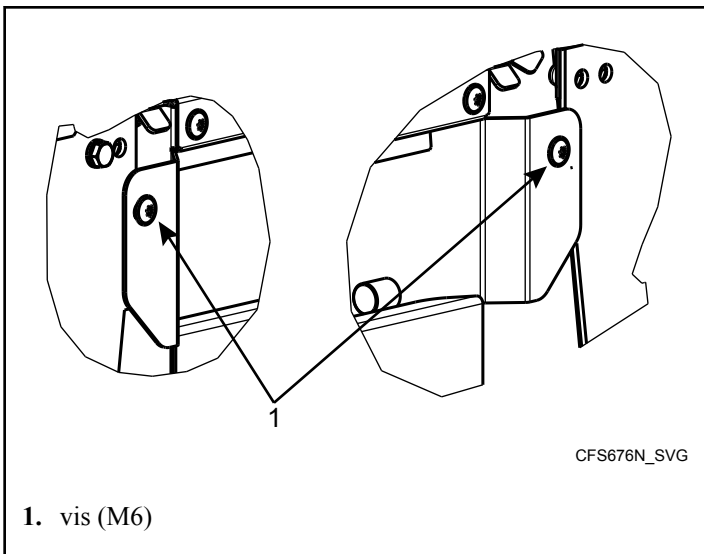

Figure 54
3. Retirez les deux vis (M6) qui fixent la boîte du filtre. Voir la position 1 de *Figure 54*.